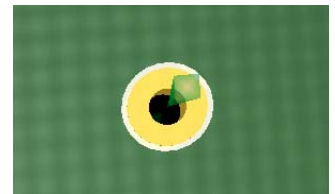

図 4. ボードの参照位置の取得
**注意:** *ボードオプション* ダイアログ [ショートカット: D, O] で **電気的グリッド** がイネーブルになっている場合、電気的なオブジェクトのホットスポット(パッド、トラック、ビア等)にカーソルが移動すると緑色の三角柱カーソル(図 4)が現れます。このモードはオブジェクトへのスナップに有効です。更に、*ボードオプション* ダイアログの **すべてのレイヤでスナップオプション** をディセーブルにすることでスナップ可能なオブジェクトの数を減らす事ができます。